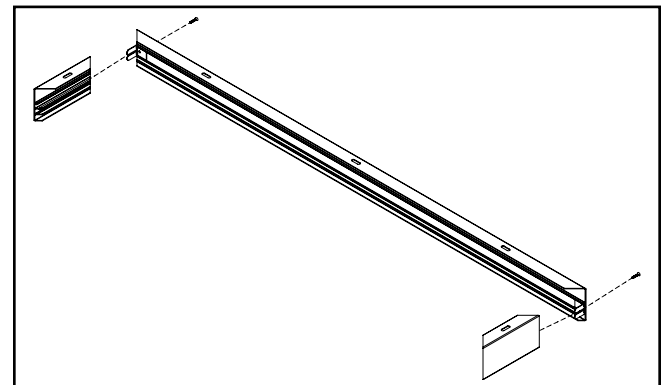

Figure 18.
- C2. Joignez le rail long aux rails courts en insérant la patte protubérante de chaque support en L dans la fente correspondante sur le rail long. Utilisez 2 des vis fournies pour fixer les rails courts au rail long. (figure 18.)